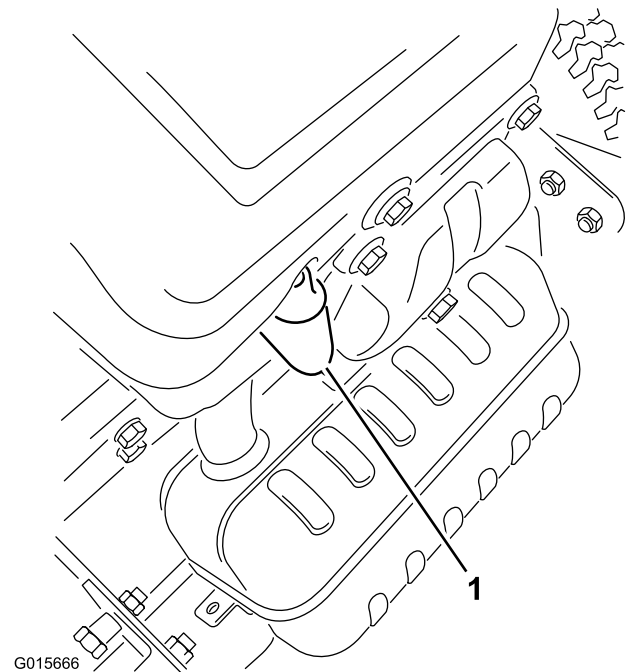

Figura 24
4. Desconecte el cable de la bujía (Figura 24).